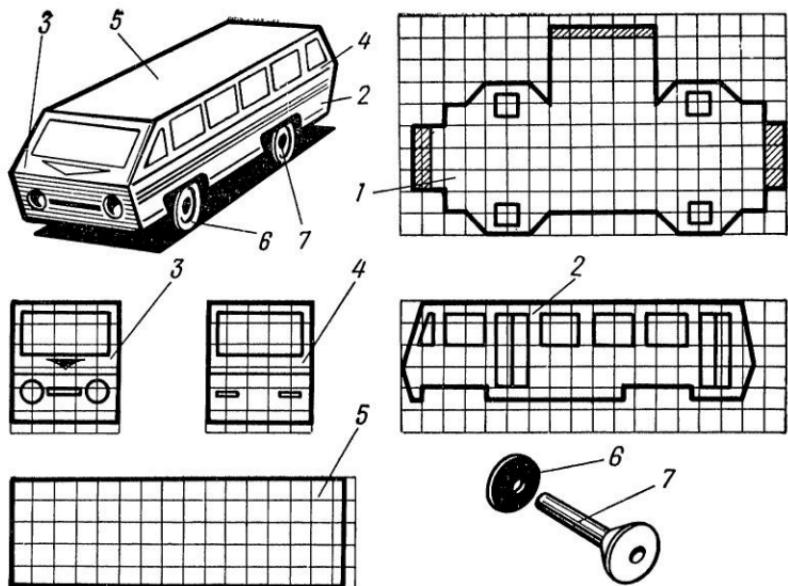

Рис. 28. Модель микроавтобуса:
Микроавтобус. Модель микроавтобуса (рис. 28) состоит из рамы, передней подвески, заднего моста и кузова. Чертежи развертки рамы (1) переносят на картон, фальцовывают по линиям сгиба, вырезают по контуру, сгибают и склеивают.